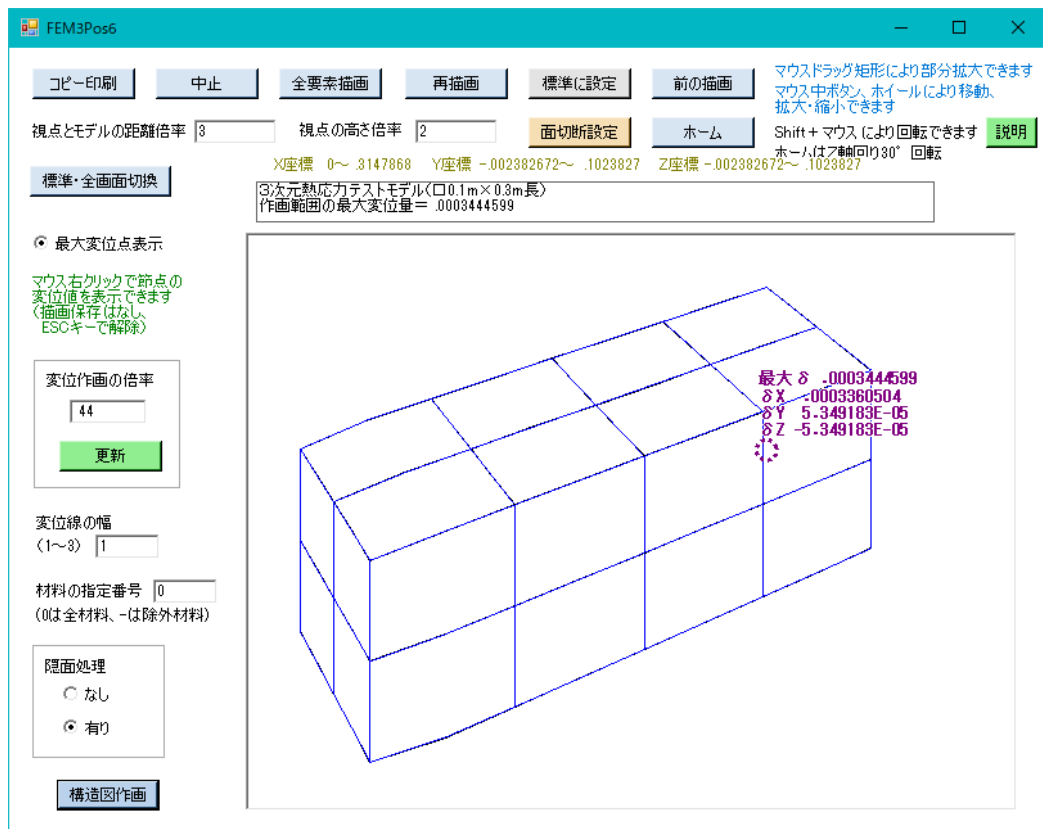
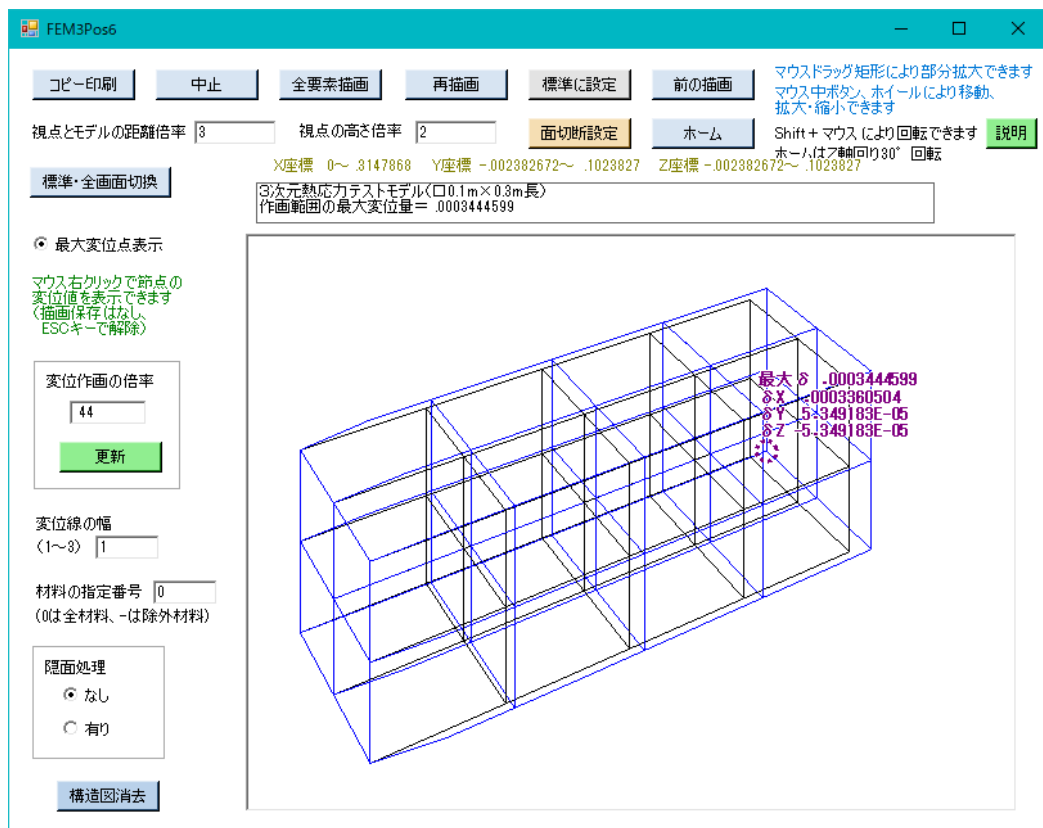

図6-11 変位図の作画画面（隠面処理有り、構造図消去）
図6-12 変位図の作画画面（隠面処理なし）
- ①同画面のように、元の構造図に対して、青色で変位図が表示されています。
- ②本画面の左側の「変位作画の倍率」は、構造寸法に対する変位の作画倍率を示します。本数値を任意に変更して「更新」ボタンをクリックすると、変更が反映されます。
- ③本画面の左側に「変位線の幅」のパラメーターを表示してあり、それを変更できます。変更した後は、「再描画」ボタンをクリックすると作画画面が変更されます。
- ④本画面の左下側の「構造図消去」ボタンをクリックすると、図6-11のように構造図なしの変位図だけになります。同図で「構造図作画」ボタンをクリックすると元の画面に戻ります。
- ⑤本画面の上側に表示されている作画パラメーター、マウสดラッグによる部分拡大、回転操作等は、4.9節の構造図と同じです。
- ◇「隠面処理」の「なし」を選択すると、要素辺がすべてその変位と共に表示されます。図6-12に隠面処理なしの場合の変位図を示します。